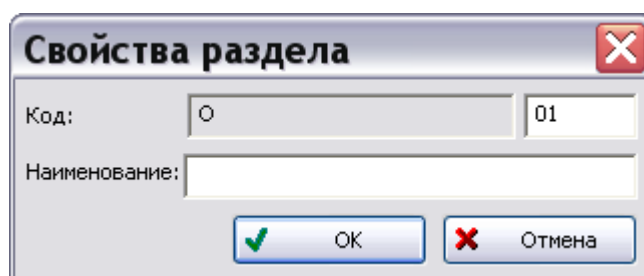

Рис. 12
1. В левом окне редактора выделите название справочника «СОП» и нажмите на кнопку **Добавить** . После этого появится окно **Свойства раздела** (Рис. 12).